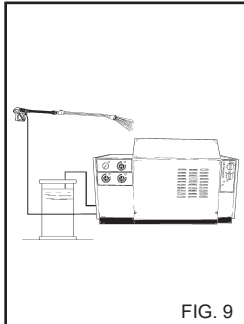

FIG. 9
3) Après l'emploi avec du détergent, rincer le circuit d'aspiration; enfiler le tuyau d'aspiration (fig. 9) du détergent dans un bidon d'eau propre et faire fonctionner la pompe pendant 1 minute avec le robinet de dosage complètement ouvert. Répéter l'opération d'abord avec le sélecteur produit détergent sur la position "1" puis sur la pos. "2".
5) Après l'emploi avec du détergent, rincer le circuit d'aspiration; enfilez le tuyau d'aspiration (fig. 9) du détergent dans un bidon d'eau propre et faire fonctionner la pompe pendant 1 minute avec le robinet de dosage complètement ouvert et la lance en phase de sortie du détergent. Répéter l'opération d'abord avec le sélecteur produit détergent sur la position "1" puis sur la pos. "2".